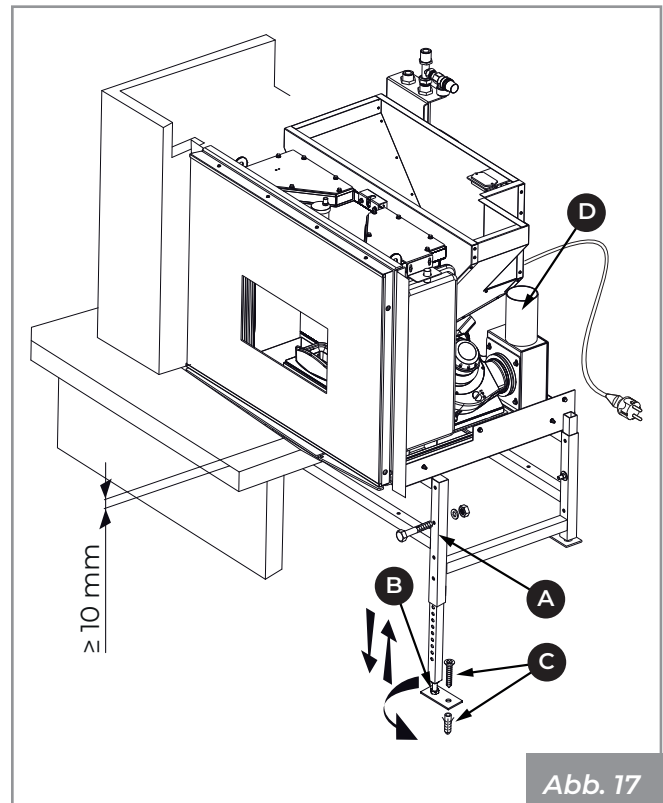

Abb. 17
- Die Höhe des Ofens kann durch Betätigung der Schrauben (A - **Abb. 17**) an den Ständern des Rahmens variiert werden;
- Den Rahmen durch An- oder Abschrauben der Gänsefußfüße (B - **Abb. 17**) nivellieren.
- Die Füße (B) der Basis mit stabilen Stahlspreizdübeln  $\varnothing 8$  mm (C - **Abb. 17**) befestigen;
- Das Rauchabzugsrohr (D - **Abb. 17**) an den Rauchkanal anschließen;